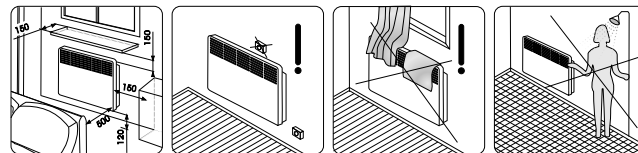

Рис.3
3. В соответствие с рис. 3 и 4 определите место установки конвектора